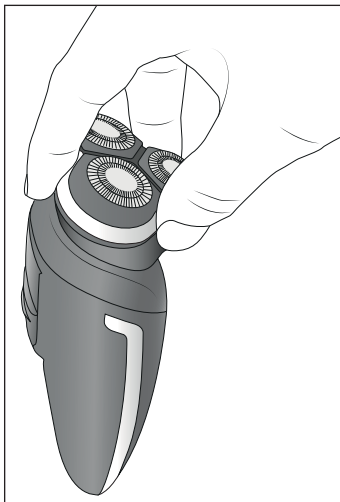

Fig. 2
- 1) Agarre la unidad de cuchillas ❷ con tres dedos por las superficies de agarre ❸ y tire de ella para extraerla (consulte la fig. 2).